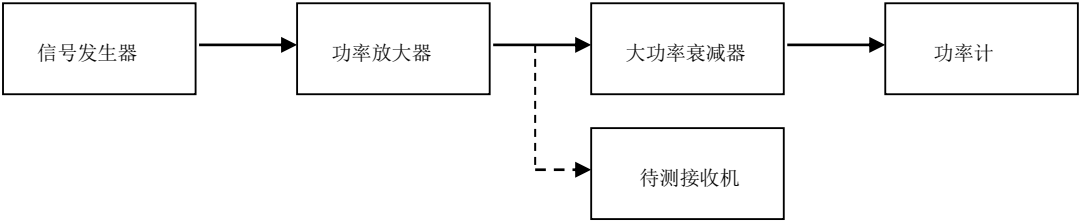

图 7-7 最大安全输入电平的检查
- 2) 图 7-7 连接测试设备。信号发生器的输出经功率放大器、大功率衰减器后输入功率计中(大功率衰减器的衰减量应能确保输入到功率探头的信号功率不超过功率探头的最大允许输入功率)。功率计读数与衰减器的衰减量之和为功率放大器输出端口的功率值。